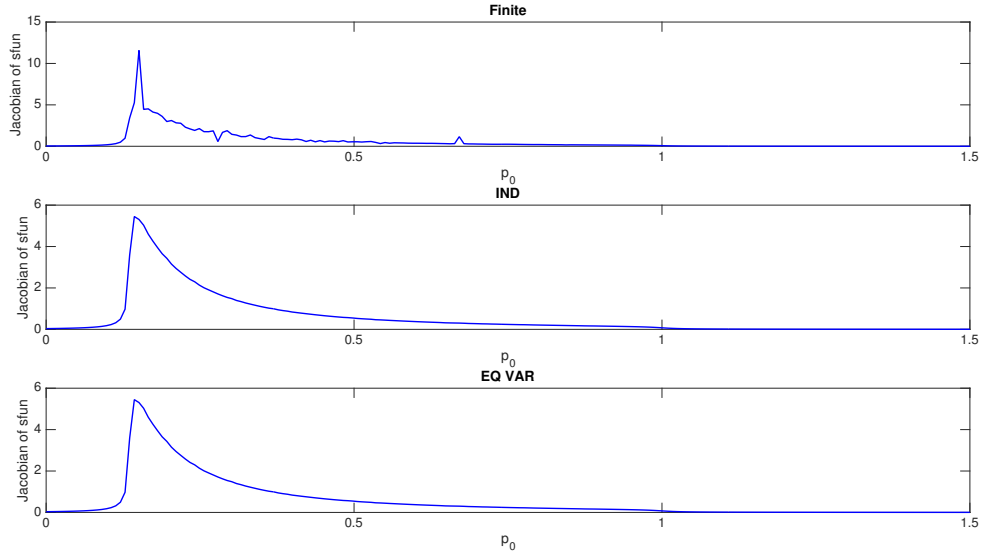

FIGURE 2.2 – Résultats après exécution du fichier `sujet2_jacobienne/partie2/mainDiff.m`.
L'objectif dans un premier temps est de retrouver les résultats de la figure 2.2.
3. Exécuter le script `mainDiff.m` et vérifier les résultats, cf. figure 2.2.
2. Exécuter le script `mainDiff.m` et vérifier les résultats, cf. figure 2.2.